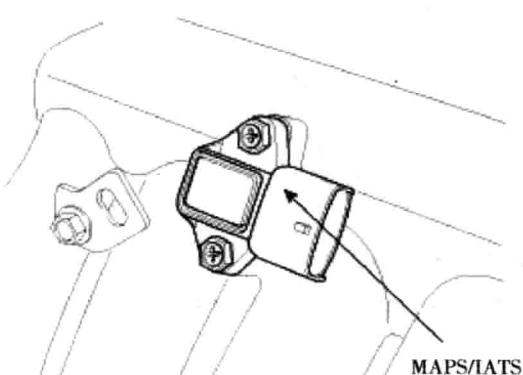

图 1-1-3 进气歧管绝对压力传感器 (MAPS)、
(3) 进气歧管绝对压力传感器 (MAPS)、进气温度传感器 (IATS) 位置图如图 1-1-3 所示。